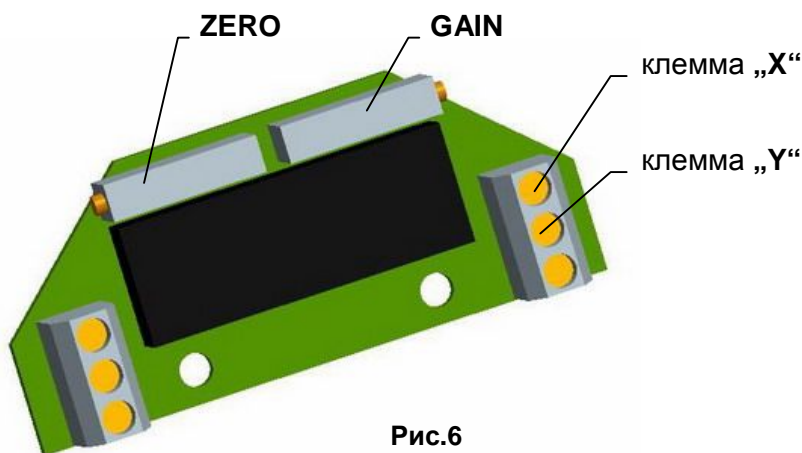

Рис.6
##### 4.4.2 EPV - 3-проводниковое включение (рис.6)
- Установте датчик сопротивления на основании инструкций в предыдущей главе так, что величину сопротивления измеряйте на клеммах X-Y (рис.6). (употреблен датчик с сопротивлением 2000Ω или 100Ω);
- Поворачиванием устанавливающего триммера ZERO (рис.6) установите величину выходного сигнала тока, измеряемого на клеммах 81-82, на величину 0 мА или 4 мА.
- Поворачиванием устанавливающего триммера GAIN (рис.6) установите величину выходного сигнала тока, измеряемого на клеммах 81-82, на величину 20 мА или 5 мА.